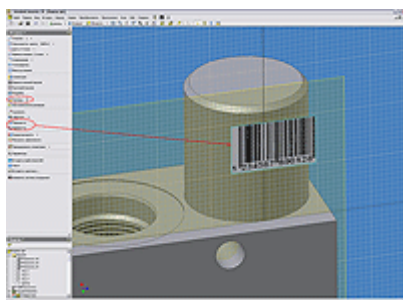

Рис. 7
7. Далее размещаем картинку на плоскости эскиза. Для более точного расположения и направления картинки используем стандартные команды палитры инструментов (Размеры; Перенести; Повернуть) (см. Рисунок 7).